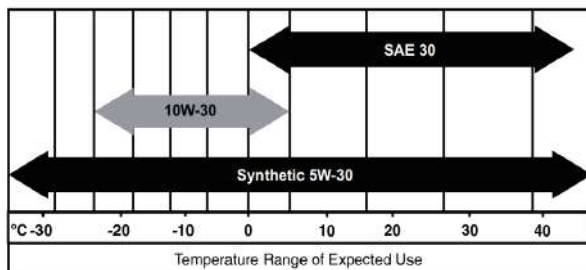

fig.18
- Utilice aceite de motor de cuatro tiempos 5W-30. Siga la fig.18 para el rango de temperatura de uso previsto.